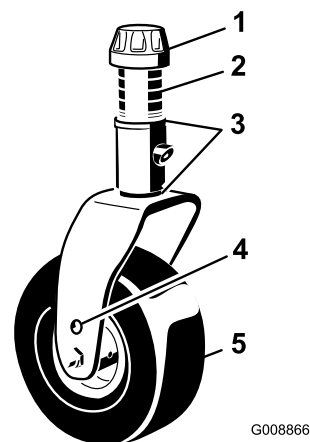

Figura 82
1. Retire a tampa de fixação do eixo roscado e desloque o fuso para fora do braço da roda giratória (Figura 82). Volte a montar os calços para levantar ou baixar a roda giratória até obter uma inclinação correcta da unidade de corte.